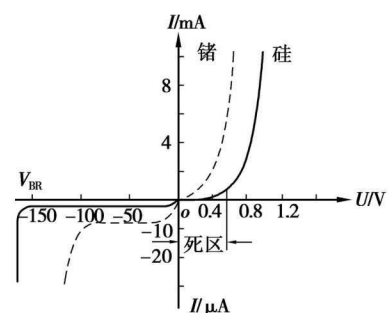

图 1-1
3. 二极管的核心是一个 PN 结,其主要特性是单向导电性。二极管的伏安特性可以详细地描绘二极管的导电特性,二极管正偏时的特性称为正向特性,可分为死区和正向导通区;二极管反偏时的特性称为反向特性,可分为反向截止区和反向击穿区。图 1-1 为二